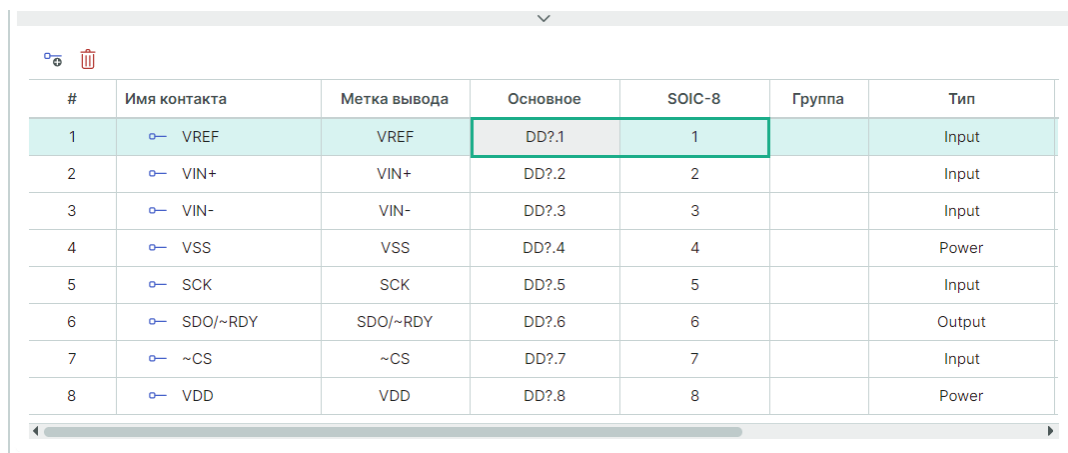

Рис. 267 Результат сопоставления в таблице контактов
3. В таблице контактов отображается сопоставление в выбранном контакте, см. Рис. 267.